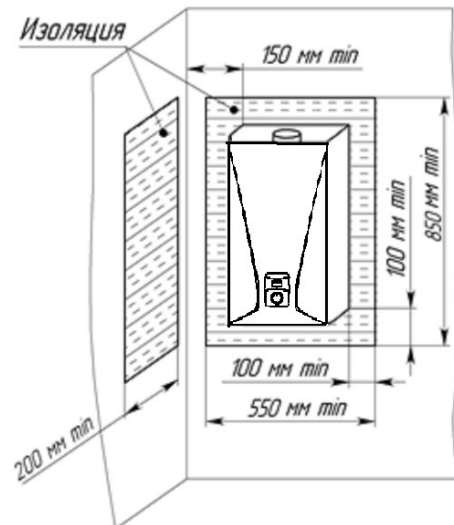

Рис. 2. Изоляция котла
- ✓ 1 мм по листу базальтового теплоизоляционного картона БТК толщиной 3...5 мм. изоляция стены должна выступать за габариты корпуса котла не менее чем на 100 мм (см. Рис. 2, стр 9), с каждой стороны для крепления котла необходима достаточно прочная стена (способная выдержать вес котла).